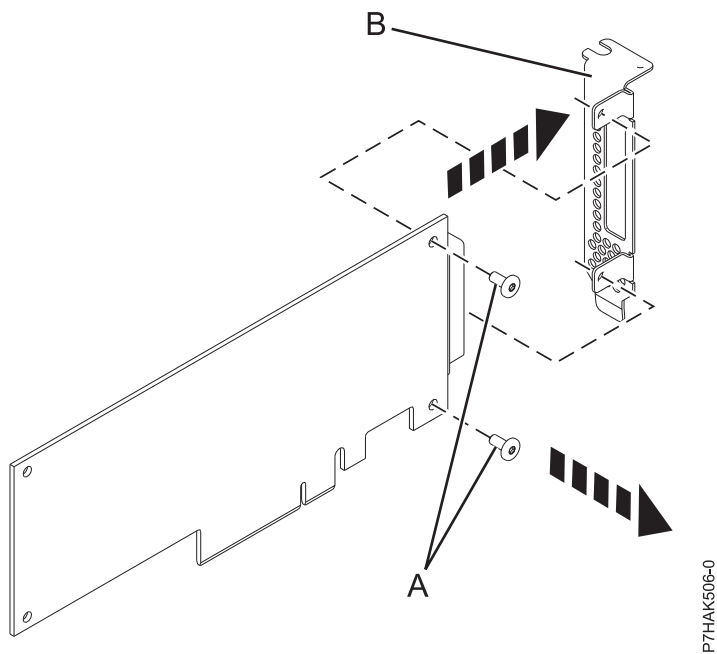

図 10. 障害の発生した PCI アダプターからのロープロファイル・テール・ストックの取り外し
4. 25 ページの図 10 に示すように、プラスのねじ回しを使用して、テール・ストック **(B)** を障害の発生した PCI アダプターに取り付けている 2 個のねじ **(A)** を外します。